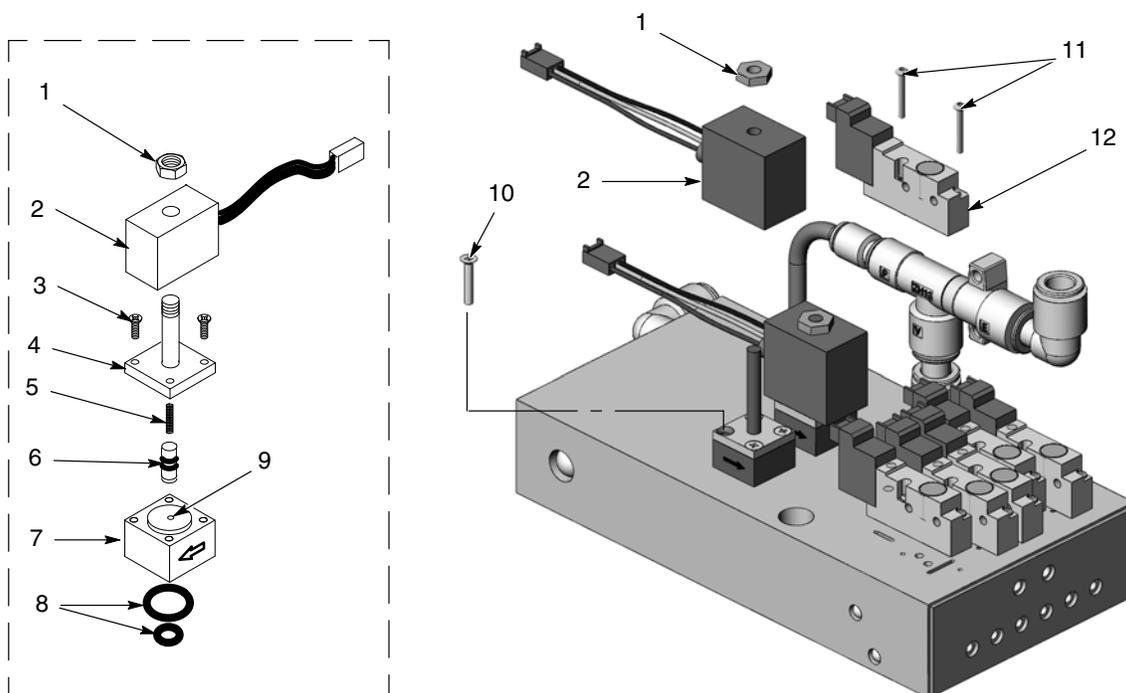

Abbildung 6-1 Verteilerblock reparieren
1. Siehe Abbildung 6-1. Mutter (1) und Spule (2) vom Regelventil abnehmen.
2. Die zwei langen Schrauben (10) abnehmen, um das Regelventil vom Verteilerblock abzunehmen.
Siehe Abbildung 6-1. Zum Abnehmen des Ventils die Mutter (1), Spule (2) und die langen Schrauben (10) abnehmen.
Siehe Abbildung 6-1. Zum Abnehmen der Magnetventile die zwei Schrauben (11) im Ventilgehäuse abnehmen und das Magnetventil (12) vom Verteilerblock abheben.